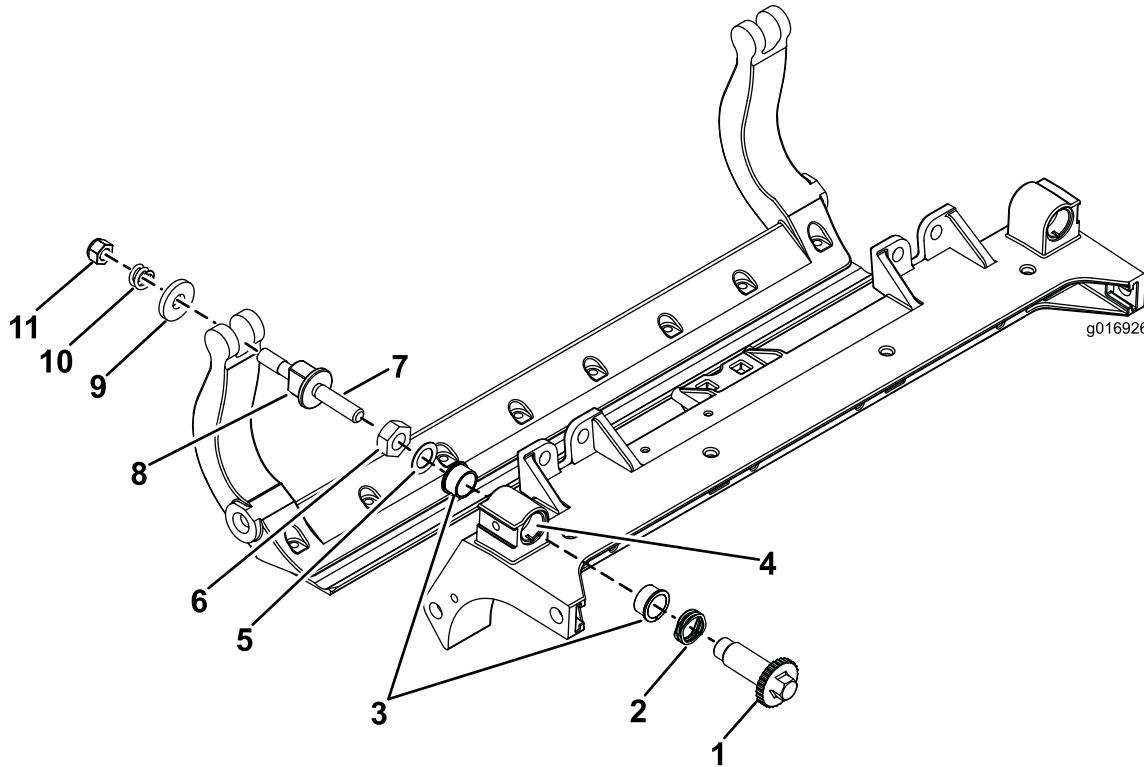

Figura 34
- Retire todas as peças (consulte as *Instruções de instalação* do Kit DPA HD Modelo n.º 120-7230 e Figura 34).
- Aplique Never Seize no interior da área dos casquilhos na estrutura central da unidade de corte (Figura 34).
- Alinhe as chaves nos casquilhos das flanges com as ranhuras na estrutura e instale os casquilhos (Figura 34).
- Instale uma anilha ondulada no veio do ajustador e deslize o veio do ajustador para os casquilhos da flange na estrutura da unidade de corte (Figura 34).
- Prenda o veio ajustador com uma anilha plana e porca de bloqueio (Figura 34). Aperte a porca de bloqueio com 20–27 N·m.
- Coloque uma arruela de aço no exterior de cada uma das arruelas de nylon (Figura 34).
- Aperte a porca em cada conjunto de ajustador da barra de apoio até que a mola de compressão esteja totalmente comprimida e, em seguida, desaperte a porca 1/2 volta (Figura 34).